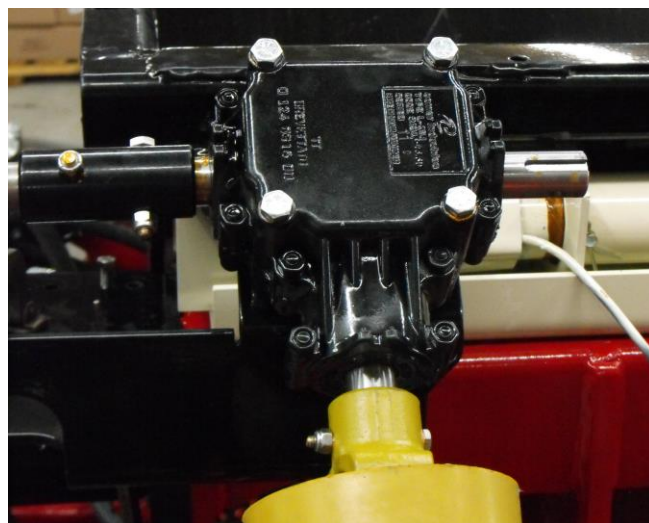

Figure 26
- ☞ Les boîtes d'engrenages arrière [Figure 26] utilisent de la graisse NLGI 00 EP. Quantité : 0.35 kg
L'entretien de la boîte d'engrenage arrière [Figure 26] est réduit au minimum. Vérifiez une fois par année, la quantité et la qualité de la graisse à l'intérieur du boîtier. Consulter la table de lubrification pour connaître la nature et la quantité de graisse appropriée.